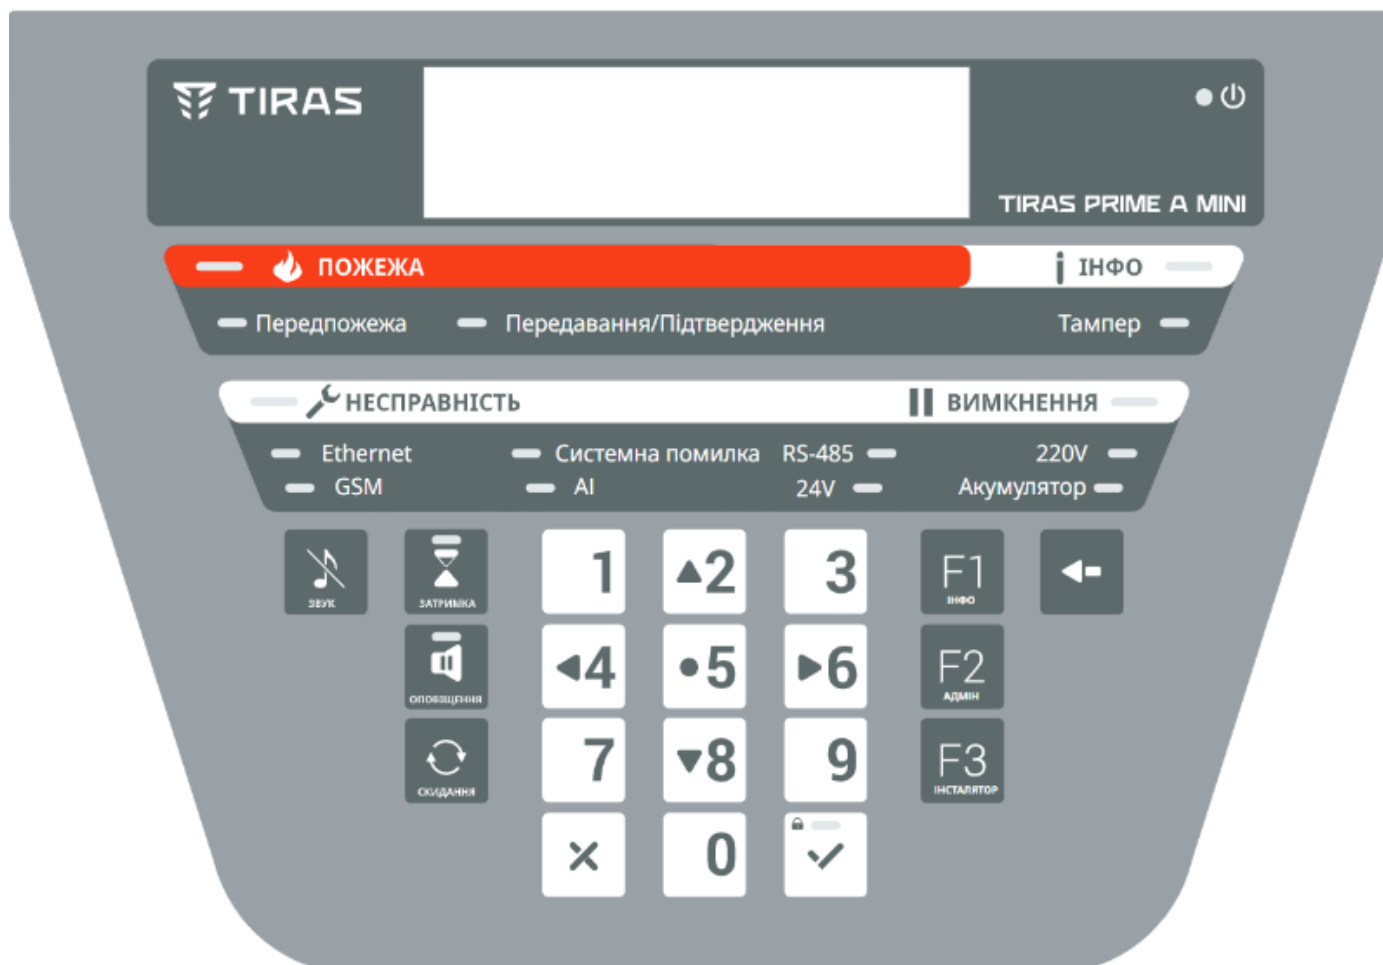

Рисунок 7.4 – Розташування кнопок та індикаторів на передній панелі ППКП
7.3.2 Розташування індикаторів на передній панелі ППКП показано на Рис. 7.4, а їх призначення – в таблиці 7.1.
7.4.1 Розташування кнопок на передній панелі ППКП показано на Рис. 7.4, а їх призначення – в таблиці 7.2. Розташування службової кнопки BAT START на платі БМК показано на Рис. 7.3.